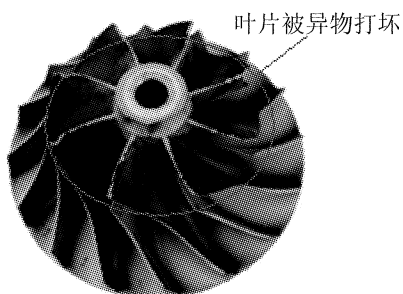

图 1 被异物损坏的压气机叶轮
(1) 由于未安装空气滤清器或其功能失效, 造成环境中脏物、粉尘、杂质直接进入压气机, 将压气机叶轮叶片打坏, 见图 1。